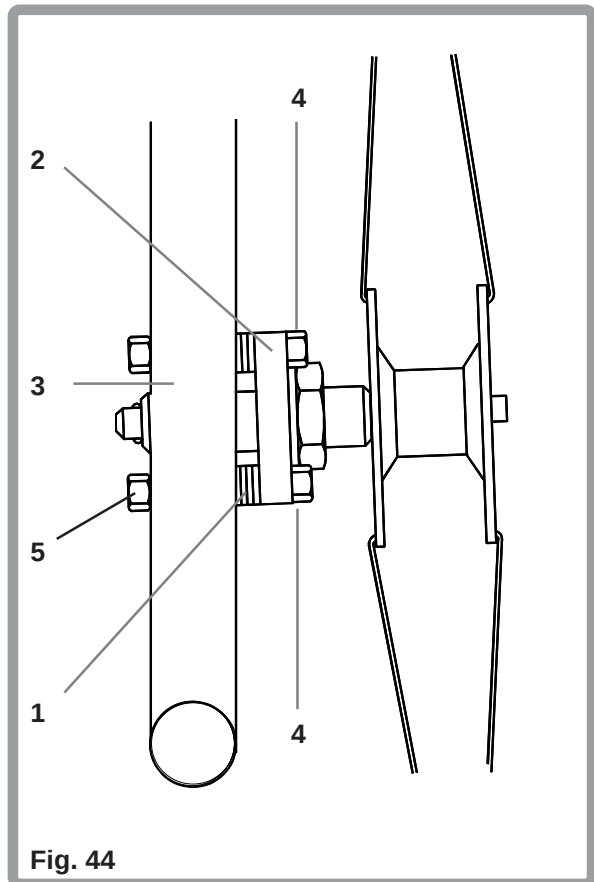

Fig. 44
De camber is op de fabriek op 2° afgesteld. Meer of minder wielvlucht, kan bereikt worden door het meer of minder monteren van het aantal camberringen (1), welke gelokaliseerd zijn tussen de onderkant van de asplaat (2) en het frame (3). Zie Fig. 44. De bouten (4) en moeren (5) moeten verwijderd worden (gebruik 10 mm ringsleutels), het vereiste aantal camberringen monteren, en de bevestigingsbouten en moeren monteren en vastdraaien op een aanhaalmoment van 8-10 Nm.